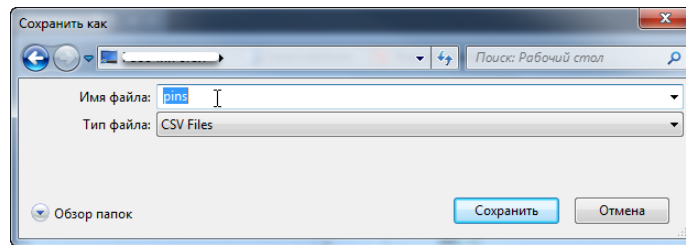

Рис. 279 Сохранение экспортируемого файла контактов
- Укажите в окне проводника место сохранения и имя файла, см. Рис. 279.